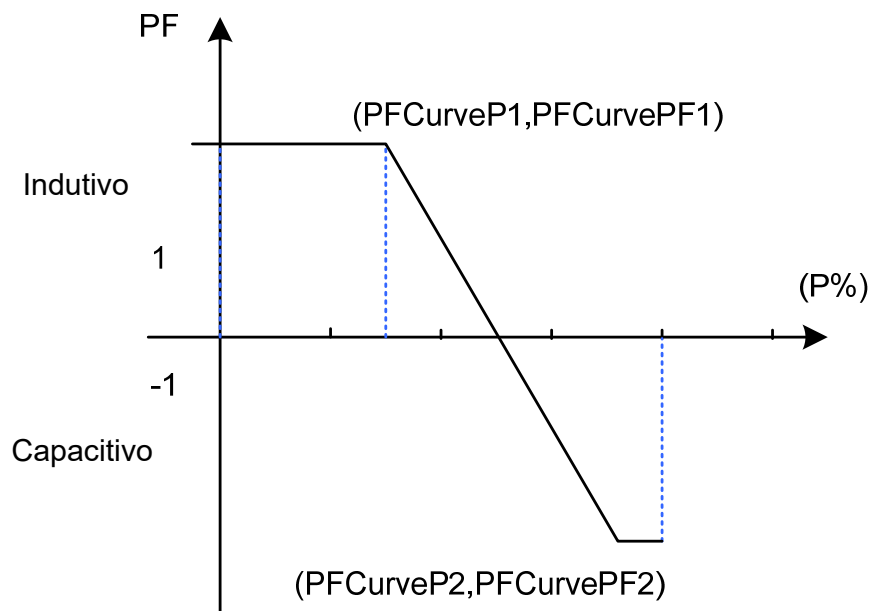

Figura 5-17 PF(P) Modo de Curva
(1) Configuração de FP: definir o valor de FP.
(2).Curva de FP (P): modo de curva de FP
**AVISO:** O fator de potência muda de acordo com as mudanças de potência, conforme mostrado na Figura 5-17: